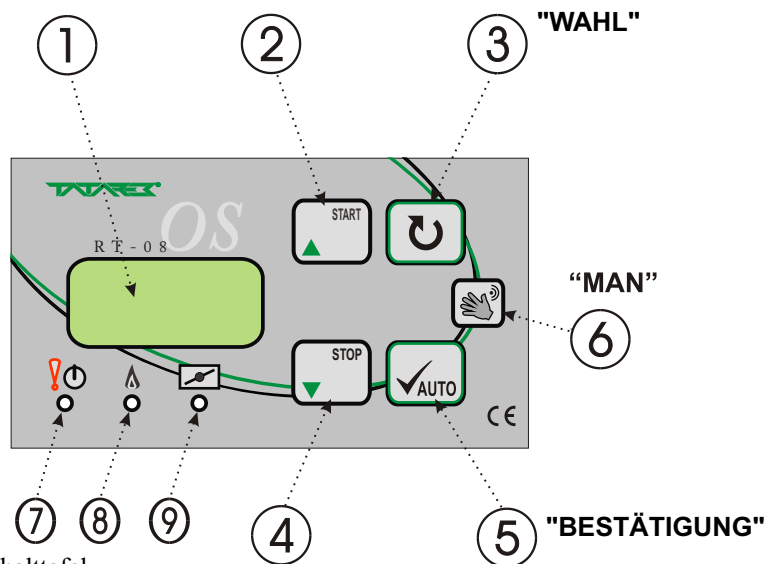

Abb. 2: Ansicht der Schalttafel
Auf der Schalttafel (Abb.2) befinden sich Steuerelemente des Reglers. Im Ruhezustand leuchtet nur die grüne Kontrolldiode (7). Die Einschaltung des Reglers erfolgt nach der Öffnung der Feuerstellentür. Die Schliessung der Tür startet den Verbrennungszyklus, was mit der grünen Diode (8) signalisiert wird.